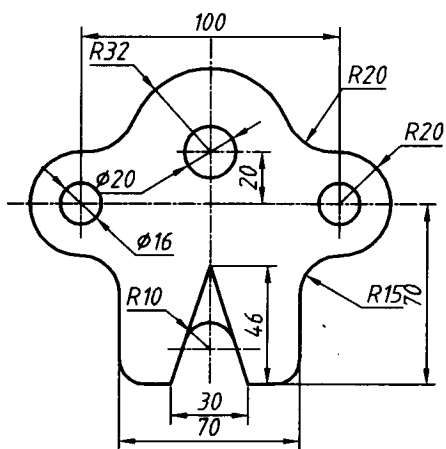

图 1-11
2. 绘制图 1-11 所示的平面图形（不标注尺寸），设置绘图界限为 297×210 。